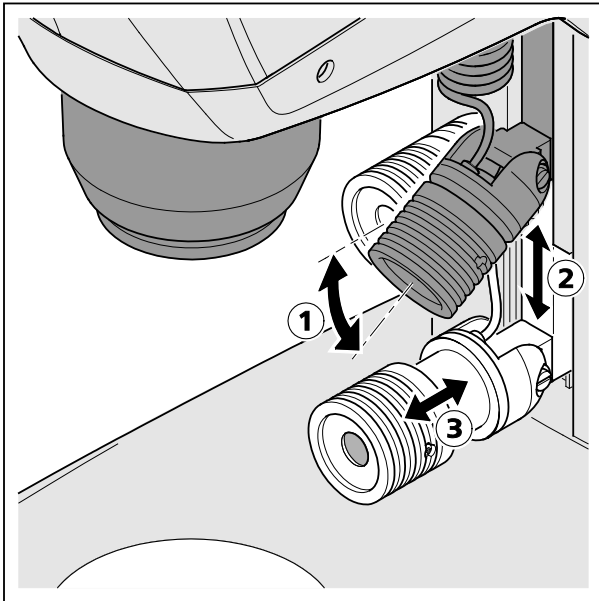

Bild 15 Spot-Leuchte einstellen
- Spot-Leuchte in der Führung auf die gewünschte Höhe (Bild 15/2) schieben.
- Über das Gelenk der Spot-Leuchte den Winkel (Bild 15/1) so einstellen, dass das Objekt optimal ausgeleuchtet wird.
- Durch axiales Verschieben des Fokussierteils (Bild 15/3) die Größe und Helligkeit des Spots einstellen (Beleuchtungszoom).